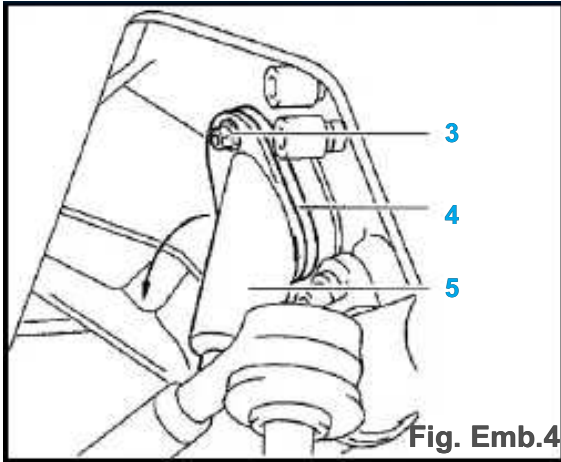

Fig. Emb.4
- Retire la tuerca (3) (Fig.. Emb 4).